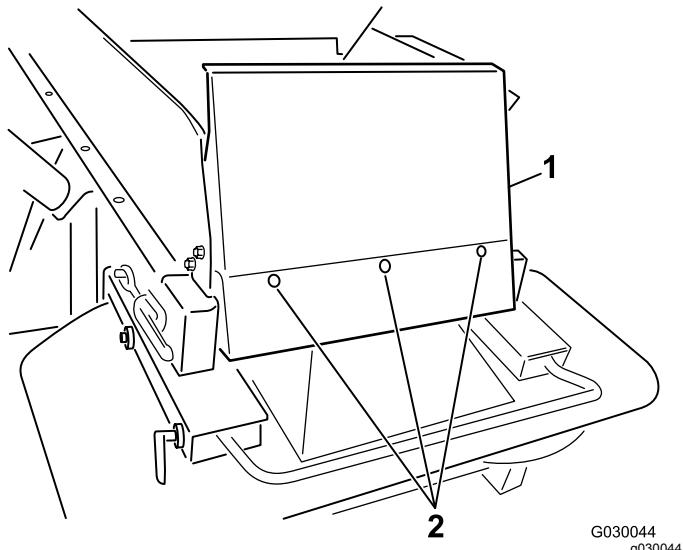

Figura 7
6. Instale el protector de la tolva usando los pernos de cabeza de botón ($\frac{1}{4}$ " x $\frac{5}{8}$ ") y las contratuerzas de nylon suministrados (Figura 7).